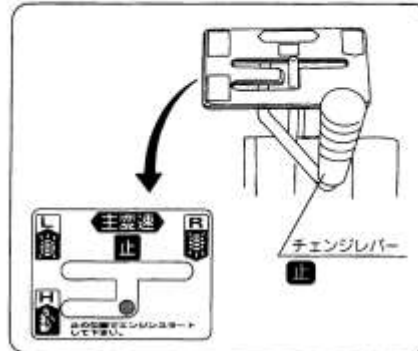

図4
- チェンジレバーを「止」位置になっているかを確認してください。(図4)